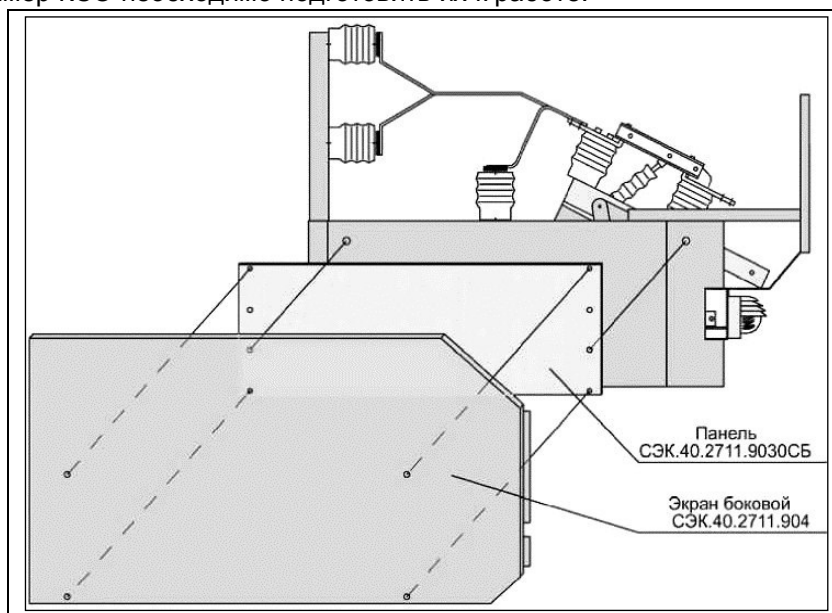

Рис. 1.2.14 Установка бокового экрана
14.6. На крайних в ряду камерах, если они не устанавливаются вплотную боком к стене, должна быть предусмотрена установка боковых экранов для ограждения сборных шин с торца (рис. 1.2.14).